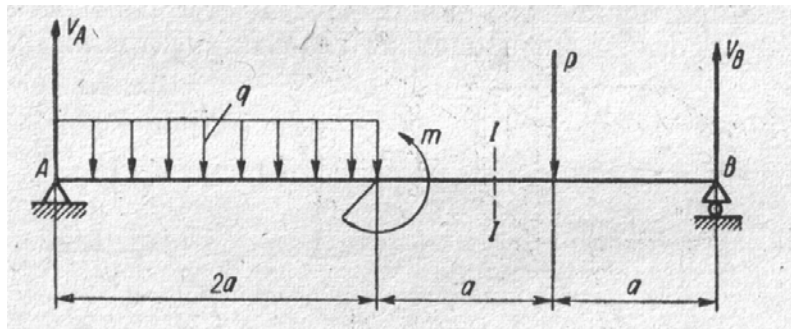

Рис. 13.
1. Укажите, какие силы, приложенные к балке (см. рис. 13, а), вызывают положительную поперечную силу в сечении I - I:
2. Какие силы, приложенные к балке (см. рис. 13, а), вызывают положительный изгибающий момент в сечении I - I?